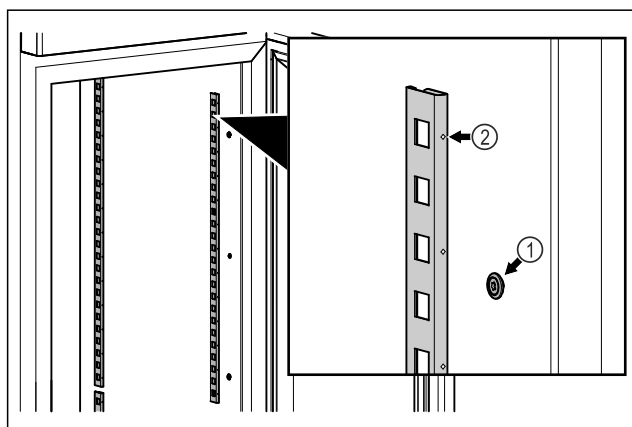

Fig. 48 Immagine a titolo di esempio
- Agganciare le barre di arresto in sospensione Fig. 48 (1). Il contrassegno Fig. 48 (2) deve essere rivolto in avanti.